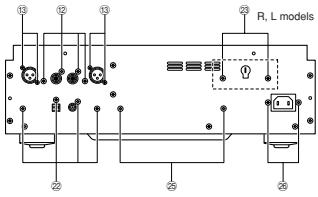

Fig. 5
- Remove 4 screws (⑫) and 4 screws (⑬). (Fig. 5)
- ⑫のネジ4本、⑬のネジ4本を取り外します。 (Fig. 5)
- b. Remove 4 screws (◎). (Fig. 5)